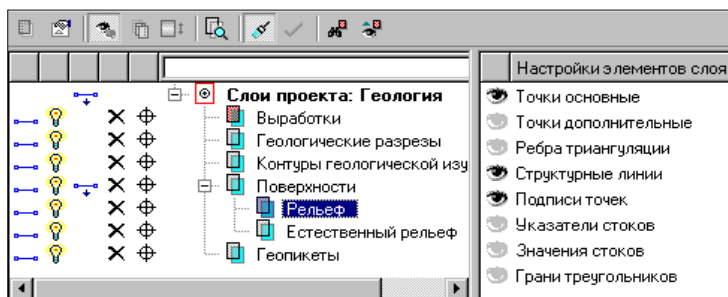

Рис. 8.2
4. С помощью фильтров видимости выполняется отключение/включение видимости элементов слоев (рис. 8.2).